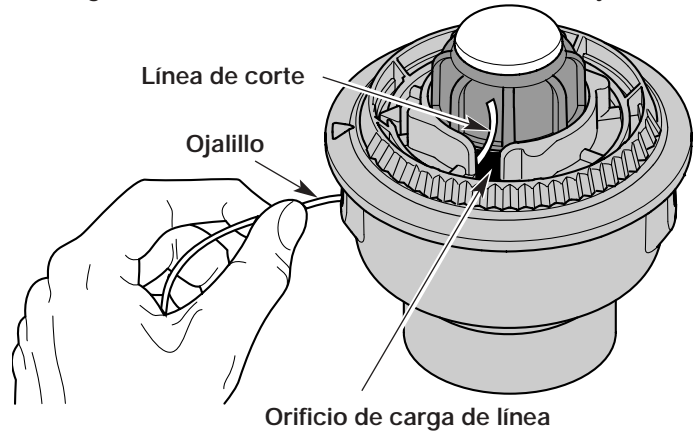

Fig. 15
3. Saque la línea vieja por los orificios de carga y de cierre de línea (Fig. 15 y 16).
4. Inserte una pieza de línea de corte dentro de uno de los ojallillos de la bobina exterior. Páselo hacia arriba a través del orificio de carga del carrete interior (Fig. 15). No doble la línea al insertarla en el ojallillo.